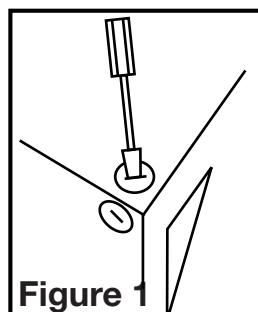

Figure 1
- Choisir un emplacement pour votre ventilateur. Pour assurer la meilleure performance du débit d'air et sonore, il est recommandé que la longueur des conduits et que le nombre de coudes soient gardés au minimum et que des conduits rigides isolés soient utilisés. Ce ventilateur nécessitera au moins 20,3cm (8po) de dégagement dans le plafond ou le mur, et s'installe au travers de cloison sèche d'une épaisseur de jusqu'à 1,9cm (3/4po). Le ventilateur s'installe entre 40,6cm ou 61cm (16po ou 24po) au centre des solives à l'aide des quatre (4).
- Selectionner l'alvéole défonçable la mieux appropriée et l'enlever à l'aide d'un tournevis à lame plate (Figure 1).